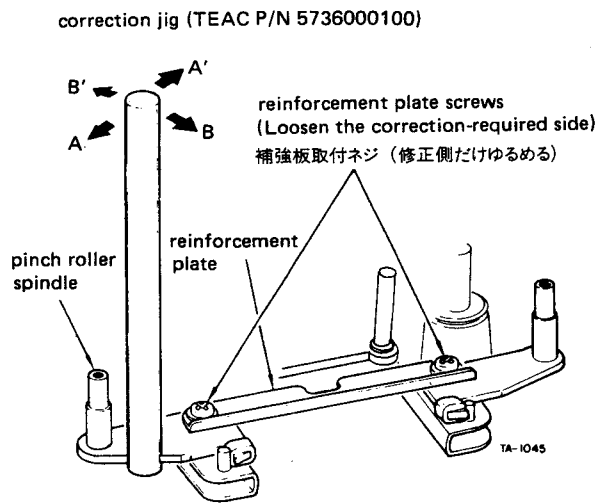

Fig. 2-15 Pinch roller/capstan alignment
3. If not parallel, loosen the reinforcement plate screw near the correction-required side (Refer to Fig. 2-15), then correct tilt of pinch roller spindle using correction jig. (Part No. 573600010). Adjustment can be done by tilting correction jig in direction of arrow A or A'.
5. If needed, adjust by tilting correction jig in direction of arrow B or B' in Fig. 2-15.
2. If necessary, adjust pinch roller alignment as shown in Fig. 2-15.
3. 平行でない場合は、調整棒を使用して図2-15に示す、A又はA'方向にピンチ・ローラ軸の傾きを修正する。(調整棒は出来るだけピンチ・ローラ軸に近い位置にセットして下さい)。(調整棒 品番5736000100)
平行でない場合は、調整棒を使用して図2-15に示すB又はB'方向にピンチ・ローラ軸の傾きを修正する。
2. もし変化する場合は図2-15の方法でピンチ・ローラ軸の傾きを微調整する。